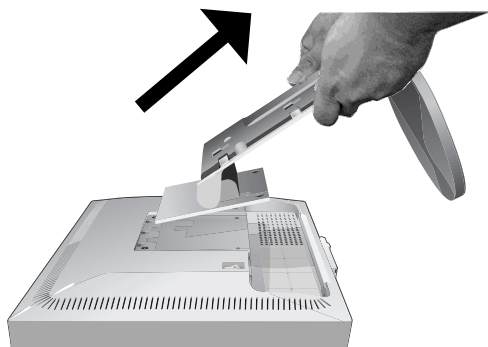

Figura M.4
5. Levante el soporte para soltar los corchetes de la parte superior y retírelo (**figura M.4**).